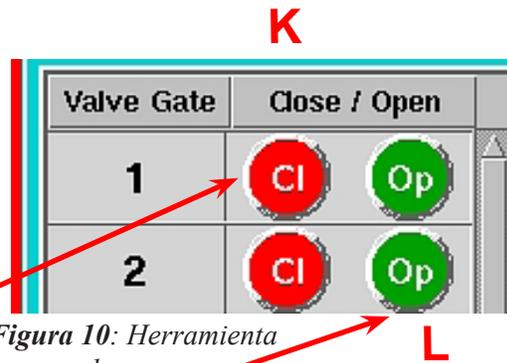

Figura 10: Herramienta para probar compuertas individuales
- K. **Cerrar una válvula a la vez:** También puede probar compuertas individuales desde la herramienta Compuertas de Válvula haciendo clic en el botón Configuración que se encuentra en la fila de esa compuerta específica. *Ver figura 10.*
- L. **Abrir una válvula a la vez:** También puede probar compuertas individuales desde la herramienta Compuertas de Válvula haciendo clic en el botón Configuración que se encuentra en la fila de esa compuerta específica. *Ver Figura 10.*